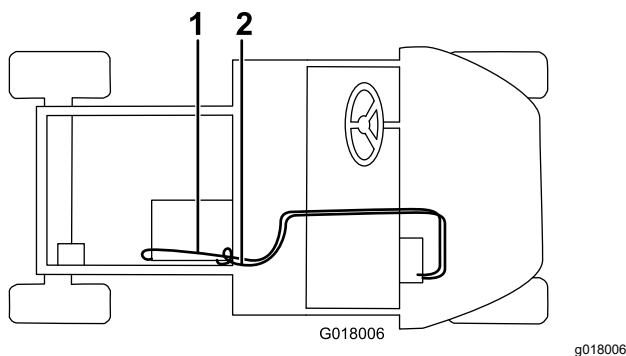

Рисунок 34
5. Подсоедините длинный шланг к клапану обогревателя с помощью шлангового хомута и проложите его через отверстие в основании сиденья, отверстие в раме кузова, затем подсоедините его к прямому штуцеру с помощью шлангового хомута (Рисунок 34). Отрежьте излишнюю часть шланга.
6. Подсоедините короткий шланг к белому заливному тройнику с помощью шлангового хомута, проложите его через R-образный хомут на вещевом ящике, через отверстие в основании сиденья, затем подсоедините его к тройнику в нижнем шланге радиатора с помощью шлангового хомута (Рисунок 34). Отрежьте излишнюю часть шланга.